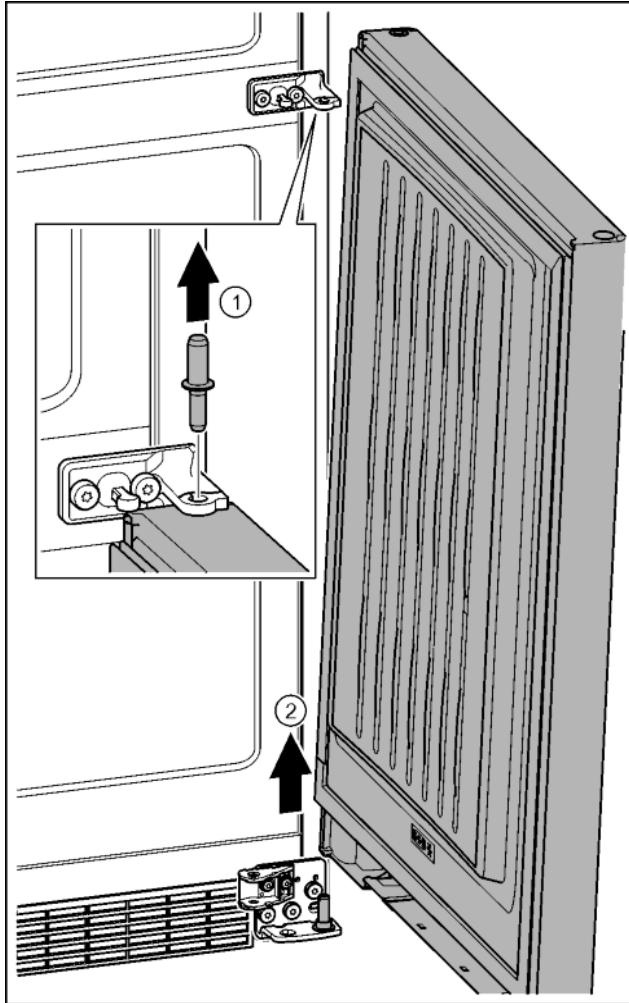

Fig. 26
- ▶ Bolzen nach oben herausziehen. Fig. 26 (1)
- ▶ Tür herausschwenken, nach oben ziehen und beiseite stellen. Fig. 26 (2)